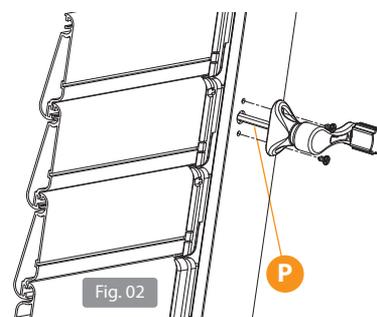

Fig. 02
3. Inserire la maniglia nel foro precedentemente realizzato sul profilo anta, assicurandosi che il perno esagonale "P" si inserisca nel foro della vite senza fine del meccanismo a rotazione (Fig. 02)
5. Fissare la maniglia con le viti in dotazione (Fig. 02)